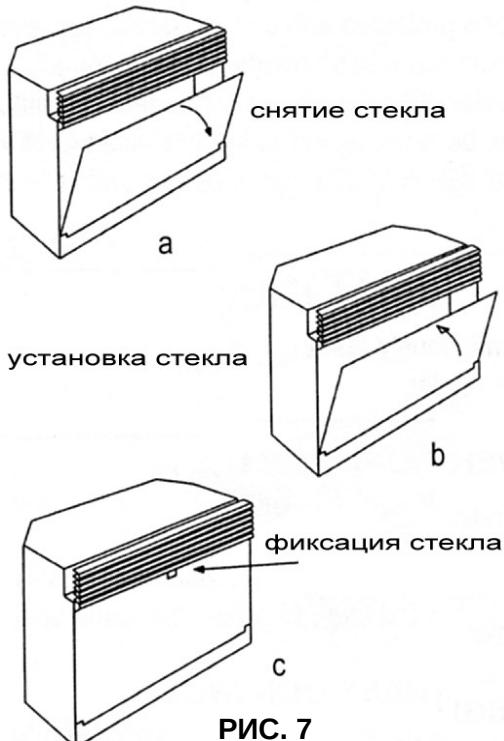

РИС. 7
- Снимите стекло топки, как показано на Рис.7а.
- Установка и фиксация стекла производится в обратной последовательности, как показано на Рис.7в и Рис. 7с.